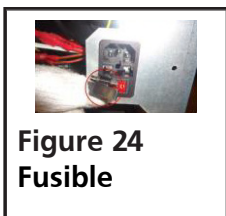

Figure 24
5. Fusible : Un élément fusible à l'arrière du dispositif protège contre les défauts et les risques d'électrocution. Voir Figure 24.